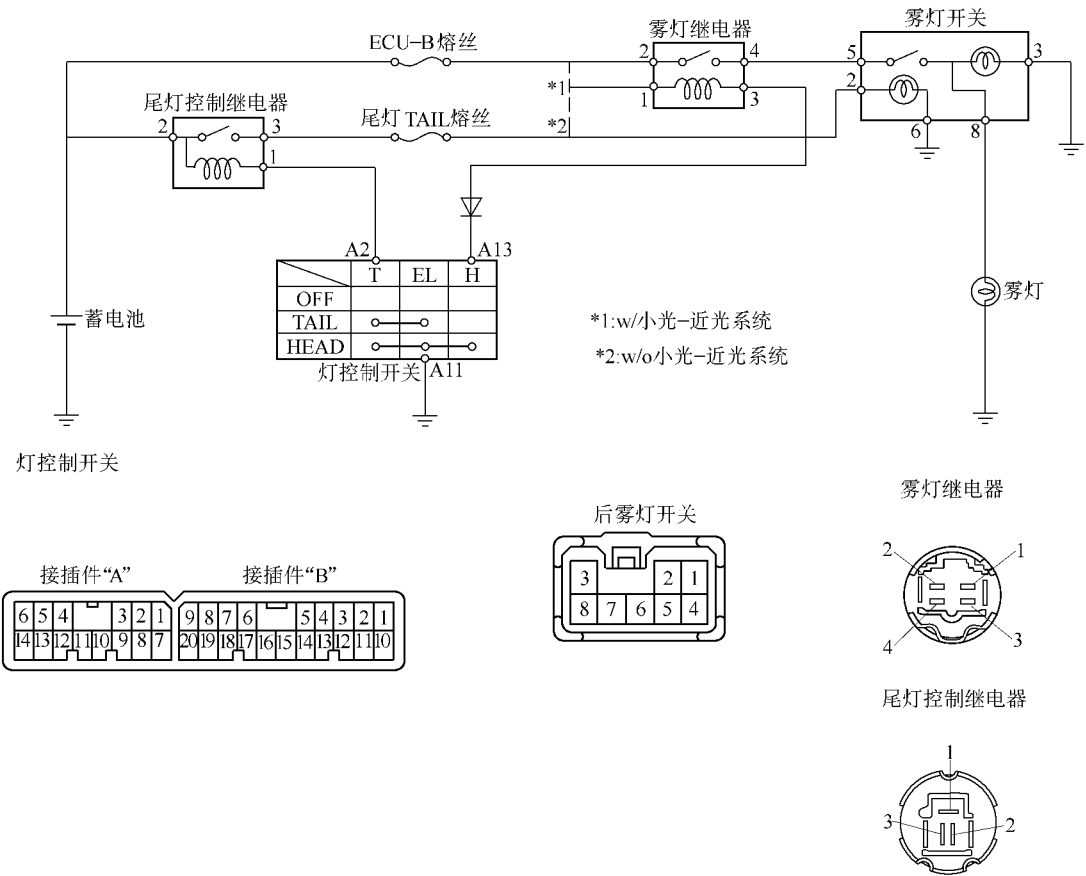

图 18-11 后雾灯系统配线和接插件图
(5) 后雾天灯系统。其系统配线和接插件如图 18-11 所示。